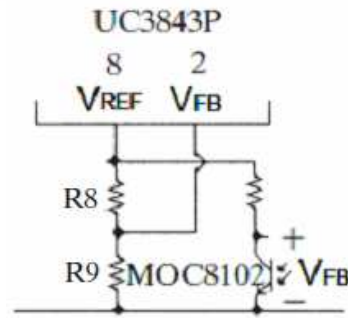

Figura G.1.8 Divisor de voltaje para obtener V_{FB} [42]
- En los pines 2 del controlador, según H.T. debe estar el voltaje de retroalimentación (V_{FB}), que es igual al V_{CE} en saturación del emisor del MOC8102, el cual es 0.4V [50], este será obtenido mediante el pin 8 V_{REF} mediante un divisor de voltaje, tal como se sugiere en la figura G.1.8: